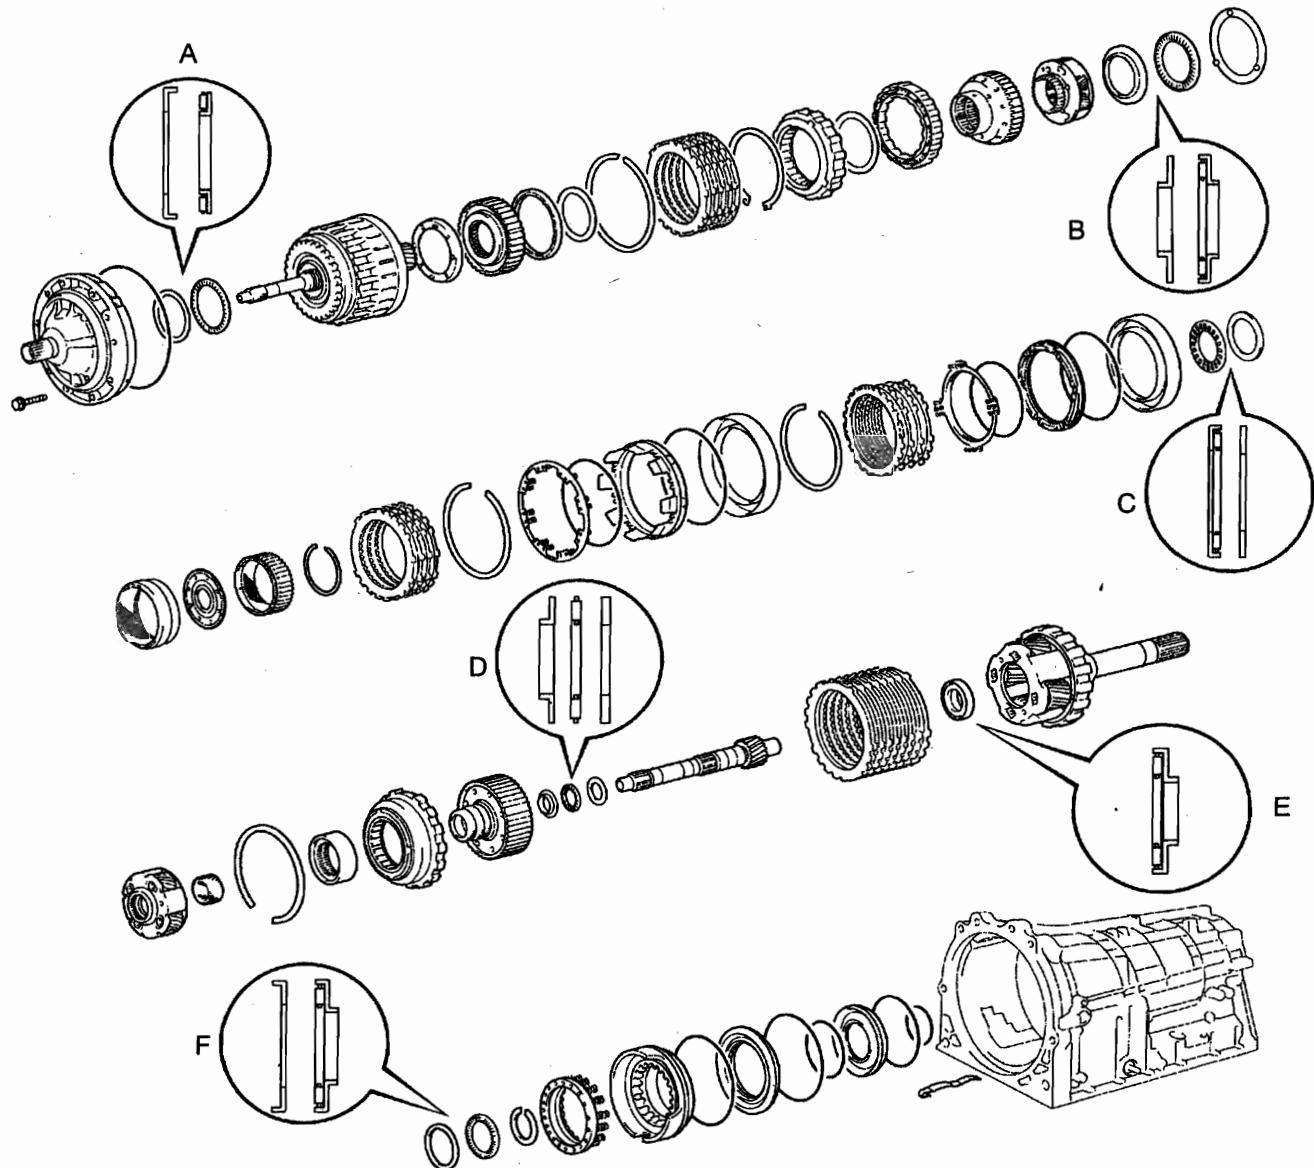

图 12-1-69
(72) 轴承位置。轴承位置见图 12-1-69 所示，参数见表 12-1-1。